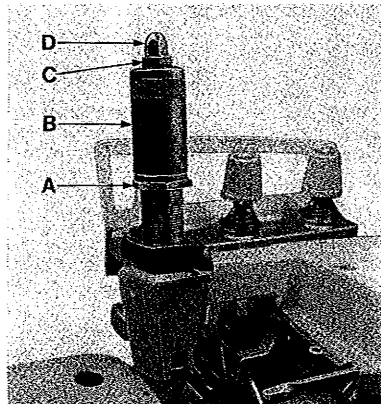

Fig. 2
Sufficient presser foot pressure to feed work uniformly should be maintained. Should it be necessary to increase or decrease amount of pressure on presser foot, loosen lock nut (A, Fig. 2) and turn adjusting screw (B). Adjusting screw has a right hand thread so tightening increases pressure, loosening decreases pressure. When pressure adjusting screw (B) has been properly set, tighten lock nut (A). With presser foot resting on throat plate, position locking nut (C) so that its under surface is approximately 0,8 to 1,6 mm (1/32 to 1/16 inch) from the top surface of adjusting screw (B). Set cap (D) against locking nut (C).
Zum gleichmäßigen Transport des Nähgüts muß der Drückfuß genügend Druck ausüben. Wenn der Druck auf den Drückfuß verstärkt oder vermindert werden muß, lösen Sie die Sicherungsmutter (A, Fig. 2) und drehen an der Einstellschraube (B). Die Einstellschraube hat ein Rechtsgewinde, so daß anziehen der Schraube den Druck verstärkt und lösen der Schraube den Druck vermindert. Wenn die Druck-Einstellschraube richtig eingestellt ist, ziehen Sie die Sicherungsmutter (A) an. Bei auf der Stichplatte aufliegendem Drückfuß, stellen Sie die Befestigungsmutter (C) so, daß zwischen ihrer Unterseite und der Oberseite der Einstellschraube (B) ein Zwischenraum von 0,8 bis 1,6 mm verbleibt. Ziehen Sie die Hutmutter (D) gegen die Befestigungsmutter (C).